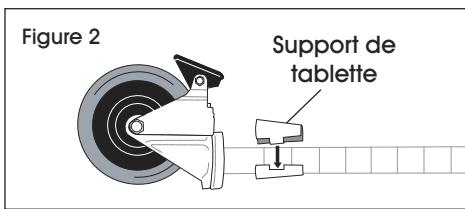

Figure 2
- Commencez par la tablette la plus basse. Enclenchez les deux parties d'un support de tablette (la partie la plus large vers le bas) autour du montant à la rainure la plus basse où la tablette doit être placée. (Voir Figure 2)